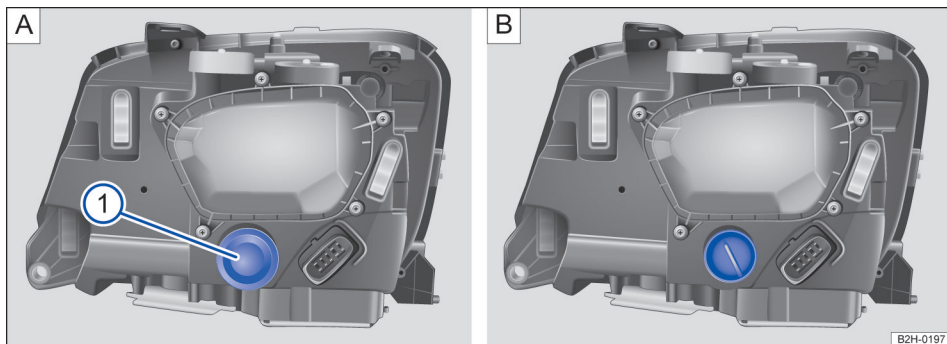

Fig. 148 No compartimento do motor: cobertura no farol de xenônio dianteiro direito: ① indicador de direção.
→ Fig. 148 ① Indicadores de direção
- ① Observar e executar a lista de controle → Página 206.
- ② Abrir a tampa do compartimento do motor ⚠ → Página 226.
- ③ Remover a cobertura de borracha da parte traseira do farol.
- ④ Girar o suporte da lâmpada até o batente no sentido anti-horário e retirá-lo com a lâmpada incandescente, puxando para trás.
- ⑤ Retirar a lâmpada incandescente em linha reta para fora do suporte da lâmpada. Se necessário, pressionar o travamento no suporte da lâmpada.
- ⑥ Substituir a lâmpada incandescente queimada por uma lâmpada incandescente nova do mesmo modelo.
- ⑦ Encaixar o suporte da lâmpada no farol e girar no sentido horário até o batente.
- ⑧ Colocar a cobertura de borracha da parte traseira do farol.